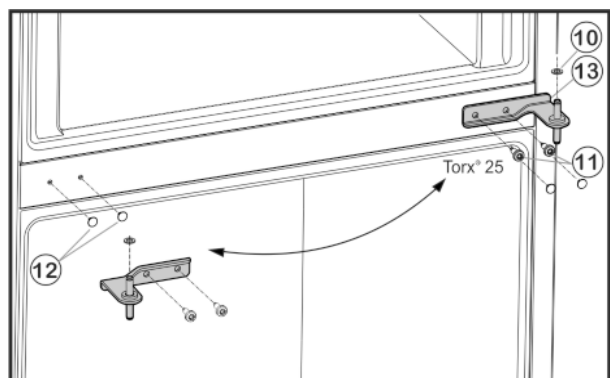

Fig. 6
- Аккуратно снимите крышки Fig. 6 (12) и вставьте их на противоположной стороне.